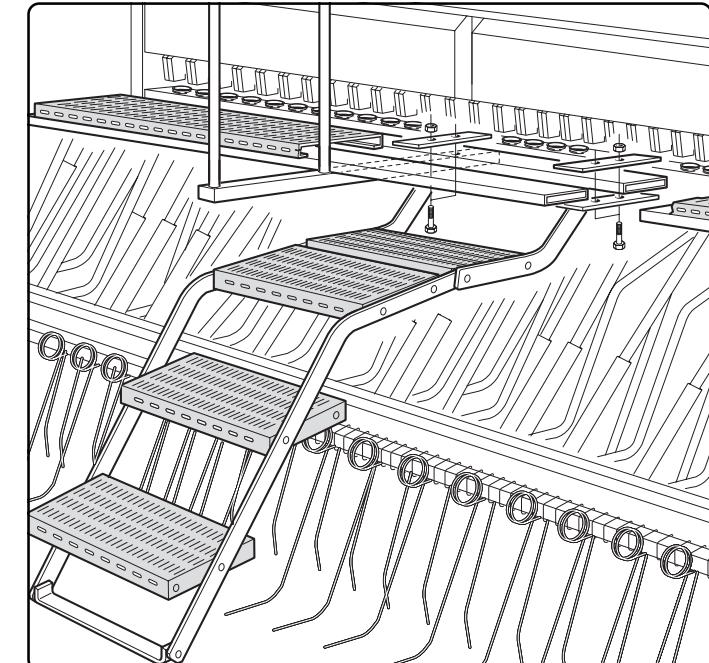
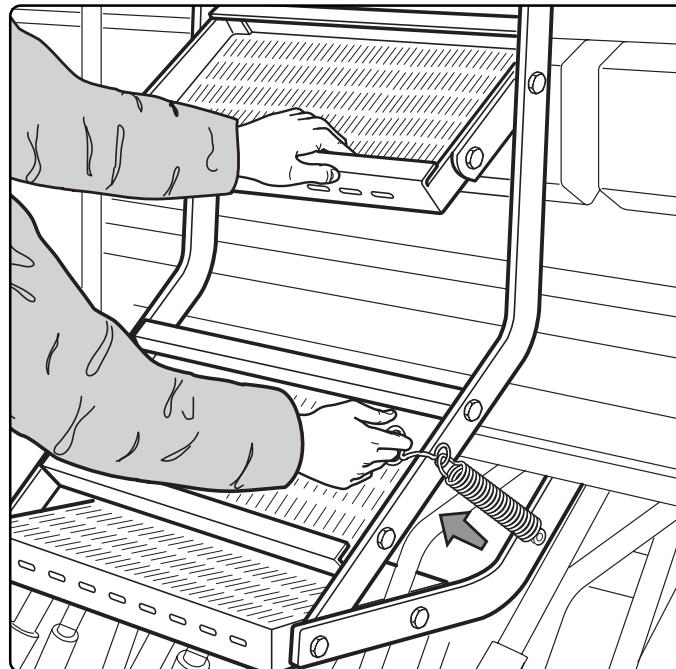

Fig. 4
Fig. 5
2) Fissare la scaletta sotto i due tubi dell'intelaiatura che regge la pedana (Fig. 4), si consiglia di montarla in posizione centrale.
2) *Fasten the steps under the two tubes of the frame that supports the platform (Fig. 4), it is advisable to fit it centrally. For transport, lift and stop it with the spring catch (A, Fig. 5).*
2) *Fixer l'échelle sous les deux tubes du châssis qui soutient les plans d'appui (Fig. 4), il est conseillé de la monter au centre.*
2) Fije la escalerilla debajo de los tubos del armazón que sostiene la plataforma (Fig. 4), se aconseja montarla
con l'aggancio a molla (Fig. 5).
Rohre der Stützstruktur der Treppe befestigen (Abb 4); man empfiehlt die Montage in einer zentralen Position. Beim Transport ist diese Treppe anzuheben und mit der Federklemme zu befestigen (A Abb. 5).
Pour le transport, soulever l'échelle et la bloquer à l'aide du crochet à ressort (A Fig. 5).
Para el transporte, levántela y engáñchela con el enganche de muelle (A fig. 5);